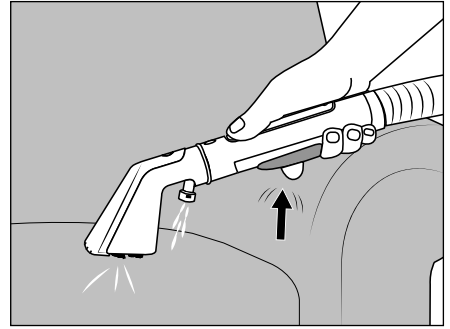

Afb. 5
- (1) Vul het schoonwaterreservoir 2 uit-sluitend met koud tot warm leidingwater of gedestilleerd water. Gebruik geen kokend water.
- (2) Gebruik het apparaat nooit zonder water in het schoonwaterreservoir 2.
- (3) Gebruik uitsluitend in de handel verkrijgbare, niet schuimende kussenreinigers of **LIDL W5 schoonmaakazijn**. Andere reinigingsmiddelen kunnen het apparaat beschadigen. Wij adviseren om drie eetlepels **LIDL W5 schoonmaakazijn** toe te voegen aan een volledig gevuld (1,7 liter) schoonwaterreservoir 2. Verhoog zo nodig de hoeveelheid schoonmaakazijn geleidelijk tot het gewenste resultaat is bereikt.
- ◆ Pak het schoonwaterreservoir 2 vast aan de handgreep van het deksel 1 en trek het naar boven toe uit het apparaat (zie afb. 5).
- ◆ Trek de beide bevestigingslipjes iets naar buiten en neem het deksel 1 af (zie afb. 5).